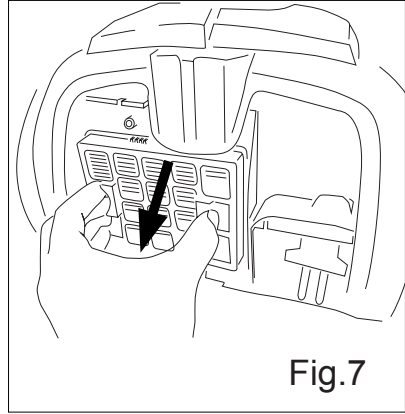

Fig.7
- Retirar el filtro (P) de su anclaje. (Fig 7).